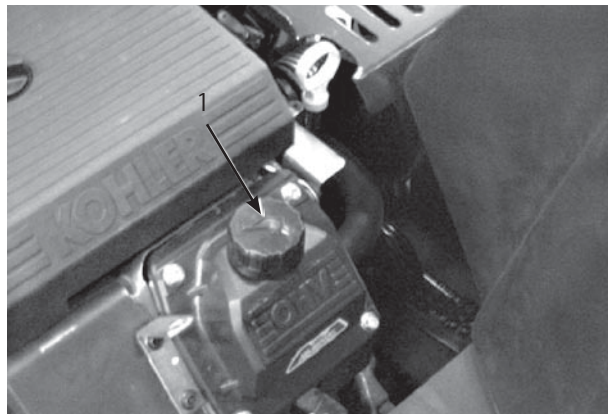

図44
3. 異物が入らないよう、ディップスティック (図44) の周辺をきれいに拭く。
5. 補給口(図44) から、所要量の80%程度の量を入れる。34ページの「エンジン・オイル」の項を参照。